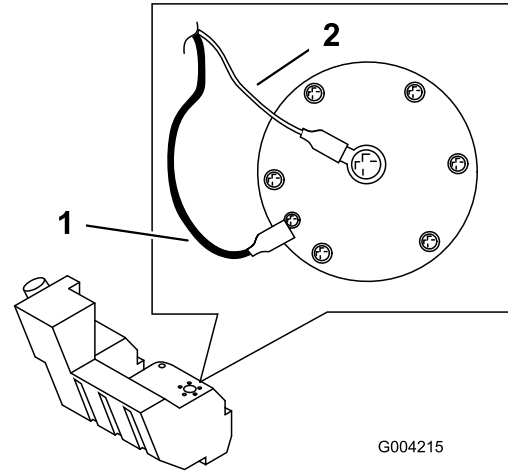

**Figura 55**
Con el tiempo, el chasis debajo del motor acumula suciedad y residuos que deben ser eliminados. Abra el capó e inspeccione frecuentemente la zona debajo del motor con una linterna. Cuando la acumulación de residuos llegue a 2,5–5 cm (1 - 2 pulg.) de grosor, complete el procedimiento siguiente (consulte Figura 55 para todo este procedimiento):
4. Retire los pernos, las arandelas y las arandelas de freno que fijan los dos contrapesos laterales, y retire los contrapesos (Figura 55).
7. Retire las seis tuercas y los pernos que fijan el panel trasero, y retire el panel (Figura 55).
10. Deslice el depósito de combustible hacia atrás (Figura 55).
16. Introduzca el depósito de combustible parcialmente en el chasis (Figura 55).
21. Vuelva a colocar el panel trasero y fíjelo con los seis pernos y las tuercas que retiró anteriormente (Figura 55).
23. Instale los contrapesos laterales con los pernos, las arandelas y las arandelas de freno que retiró anteriormente (Figura 55).